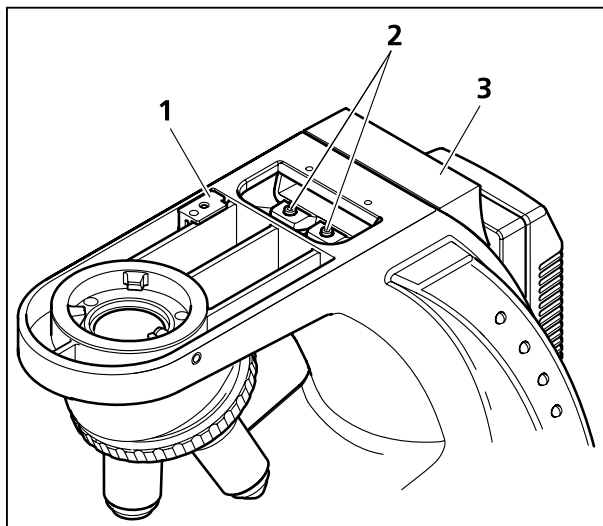

Рисунок 7 Монтаж датчика магнитного поля и транспортной ручки
- Вдвинуть датчик магнитного поля (Рисунок 7/1) схемы блокировки до упора на задней поперечной траверсе штатива и завинтить его.
- Вдвинуть транспортную ручку (Рисунок 7/3) сзади в штатив и закрепить ее с помощью двух винтов (Рисунок 7/2).